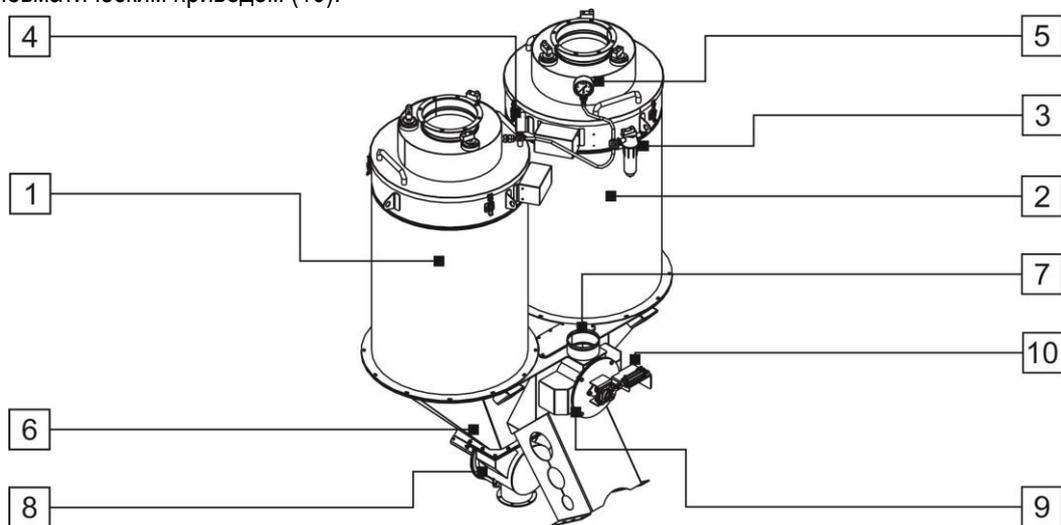

Рис. 14
1.4.12. ФИЛЬТРОВАЛЬНЫЙ АГРЕГАТ предназначен для очистки от пыли воздуха, удаляемого из монокорпуса изделия. Фильтровальный агрегат (Рис. 14) состоит из: кассетных фильтров (1, 2), фильтра-осушителя (3), манометров (4, 5), пирамиды-основания (6), патрубка (7) входа запыленного воздуха, шлюзового затвора пыли (8), переключателя потока (9) с пневматическим приводом (10).